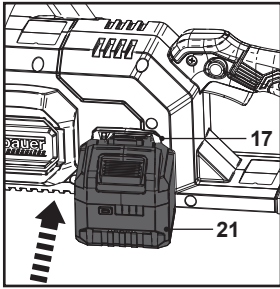

Fig. 13
1. Aligner la batterie (21) sur les fentes coulissantes du port de connexion de la batterie (17) et faire glisser la batterie (21) pour la fixer. S'assurer qu'elle s'enclenche (Fig. 13).